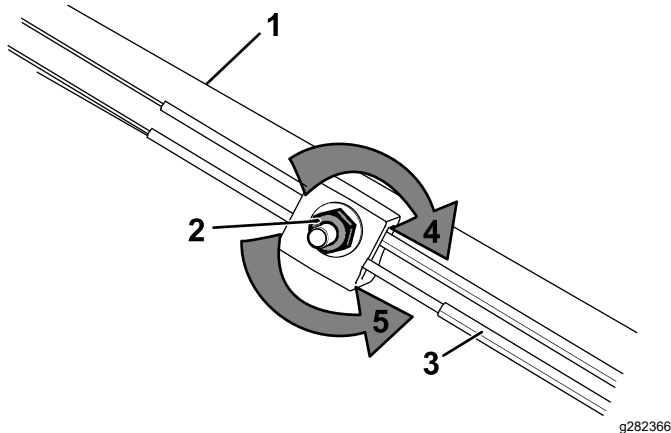

Bild 52
1. Drehen Sie die Einstellmutter nach links, um die Seileinstellung zu lösen (Bild 52).
2. Stellen Sie die Spannung des Bremszugs (Bild 52) ein, indem Sie diesen zurückziehen oder nach vorne drücken und dann in dieser Stellung halten.